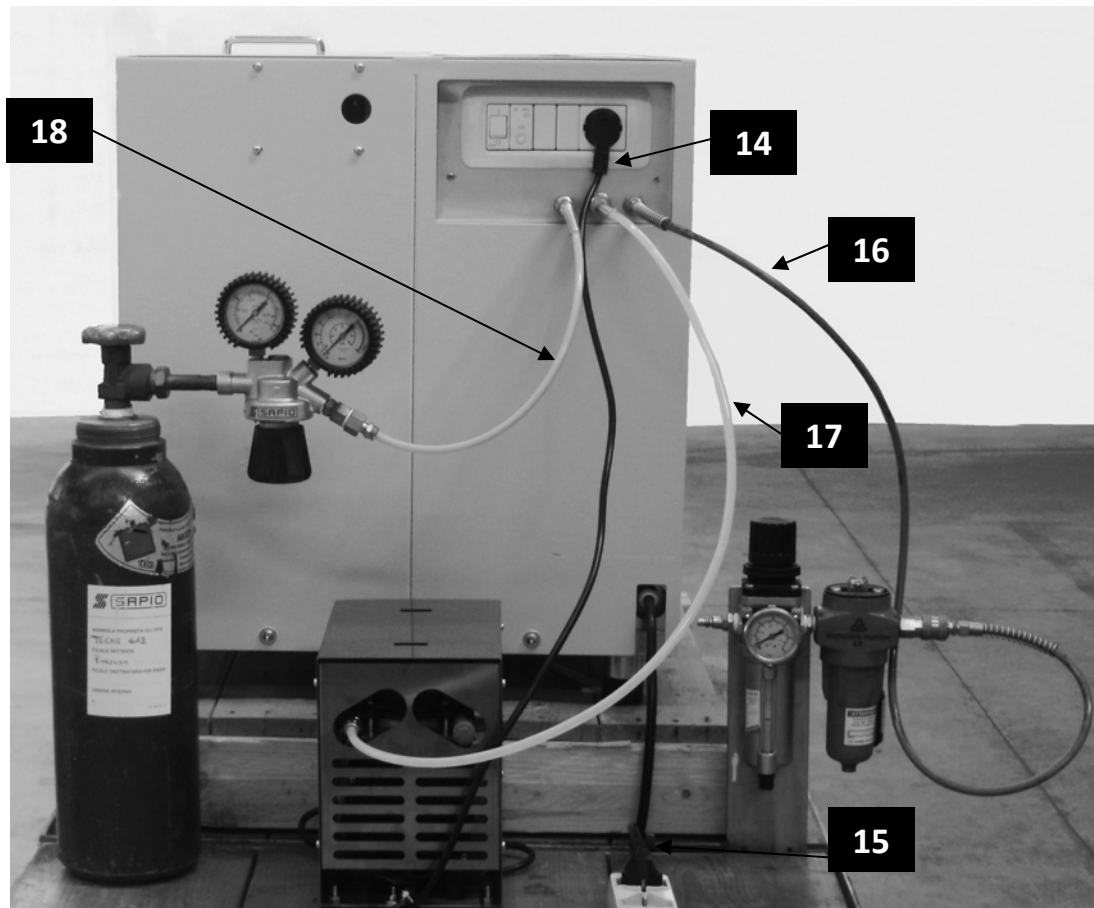
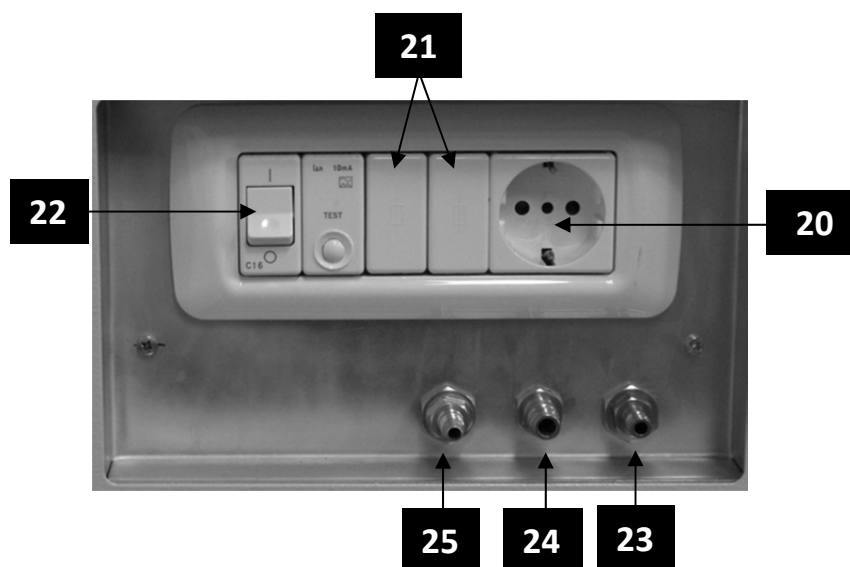

Fig. 2
Fig. 3
Il cavo per l'alimentazione elettrica (Pos.15, Fig.2)
Il tubo per il collegamento all'aria compressa (Pos.16, Fig.2)
Il tubo per il collegamento con la pompa del vuoto (Pos.17, Fig.2)
Il tubo per il collegamento con la bombola del gas argon (Pos.18, Fig.2)
La presa per l'alimentazione della pompa del vuoto con le relative protezioni (Pos.20, Fig.3).
L'interruttore generale con il salvavita (Pos.22, Fig.3).
Controllare che l'interruttore generale (Pos.22, Fig. 3) sia in posizione "0" (spento); inserire la spina di alimentazione (Pos.15, Fig.2) in una presa di corrente avente le seguenti caratteristiche:
quindi inserire l'innesto rapido femmina di detto tubo (Pos.16, Fig.2) nell'innesto maschio (Pos. 23, Fig.3) .
4) Collegare il tubo bianco (Pos.17, Fig.2) al raccordo di aspirazione della pompa vuoto e l'innesto rapido femmina all'innesto maschio (Pos. 24, Fig.3) .
5) Inserire la spina della pompa del vuoto (Pos.14 , Fig.2)) nella presa posta sulla fonditrice (Pos. 20, Fig.3).
6) Se previsto il funzionamento con gas argon, collegare il tubo giallo (Pos. 18, Fig. 2) al riduttore di pressione della bombola gas ARGON e impostare una pressione di 3 Bar, quindi inserire l'innesto rapido femmina del tubo nell'innesto maschio (Pos.25, fig.3).
Eseguiti i collegamenti come da Fig.2-3, controllare che lo sportello superiore ed il coperchio forno siano aperti, quindi, azionare l'interruttore generale (Pos.22, Fig.3).